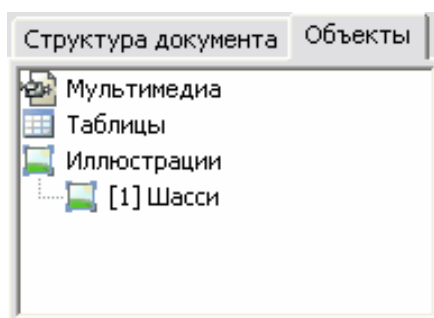

Рис. 3.176
12. В окне редактора модуля данных в списке объектов под объектом **Иллюстрации** появилось название созданной нами иллюстрации «Шасси» (Рис. 3.176).